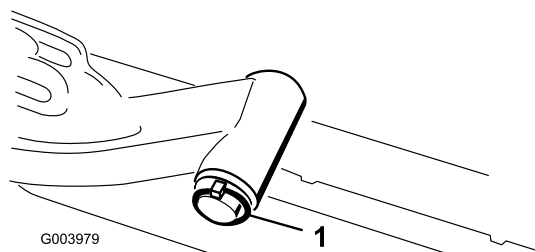

Рисунок 11
- A. Снимите шплинт и шайбу крепления оси поворота подъемного рычага к подъемному рычагу и сдвиньте ось поворота с подъемного рычага (Рисунок 11).
- С. Вставьте вал подъемного рычага в подъемный рычаг и зафиксируйте шайбой и шплинтом (Рисунок 11).